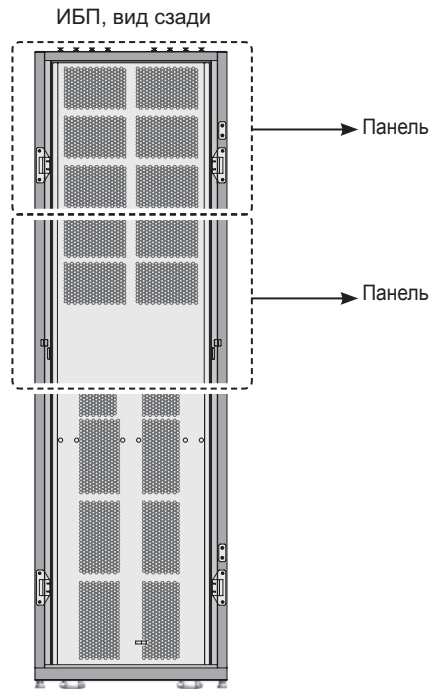

Рис. 5-4. Задние панели
1. Откройте задние дверцы ИБП и снимите две панели (см. **Рис. 5-4**), чтобы получить доступ к зажимам. Там же находятся блоки зажимов одного или двух опциональных стоечных кабинетов распределения электропитания (PDC), если они установлены. Следуйте указаниям Руководства по эксплуатации PDC относительно монтажа, подключения, вентиляции и работы с этим устройством.